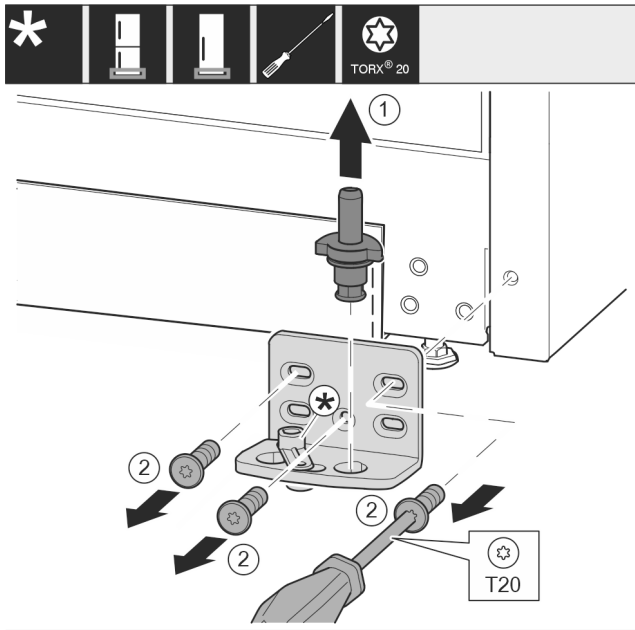

Fig. 39 *
- ▶ Опорный палец Fig. 39 (1) полностью извлеките движением вверх.*
- ▶ Открутите винты Fig. 39 (2) отверткой и снимите опорный кронштейн.*